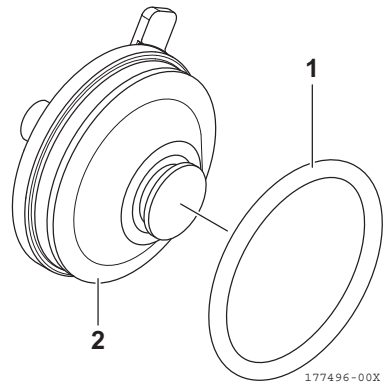

Figura 19
10. Aplique ligeiramente óleo lubrificante no novo O-ring (1, **Figura 19**) e instale-o na ranhura designada na tampa (2, **Figura 19**).